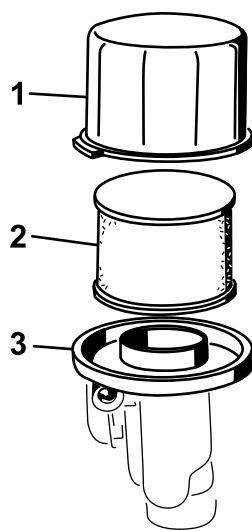

Figura 25
3. Retire la tapa y límpielo a fondo (Figura 25).
4. Retire el prefiltro de espuma del filtro de papel (Figura 25) y sustituya el filtro de papel si está excesivamente sucio.